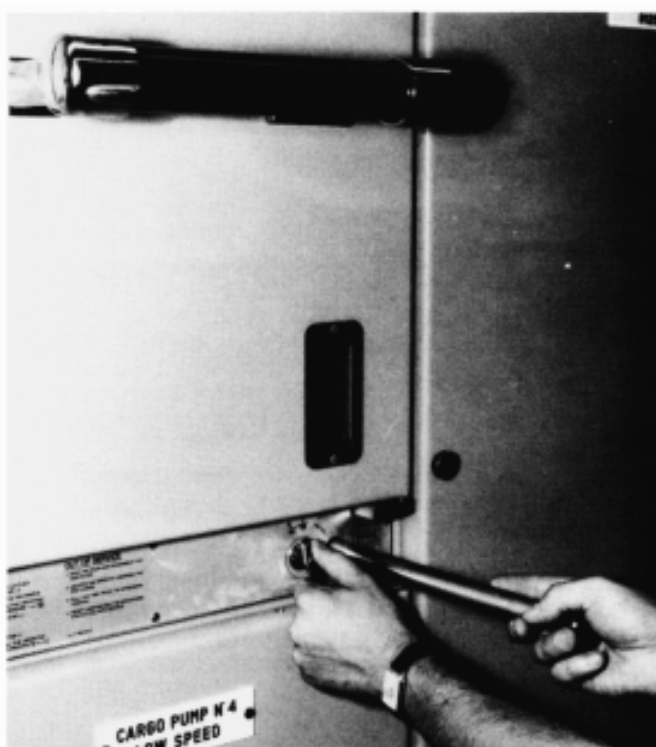

Fig. 35 Inserzione del carrello
- ruotare l'interblocco (a chiave o a maniglia) di consenso alla manovra e spingere l'asta di manovra fino a sentire lo scatto di carrello inserito (fig. 35)
- turn the interlock (with key or handle) which allows operation, and push the operating rod until the click of the truck having been inserted is heard (fig. 35)